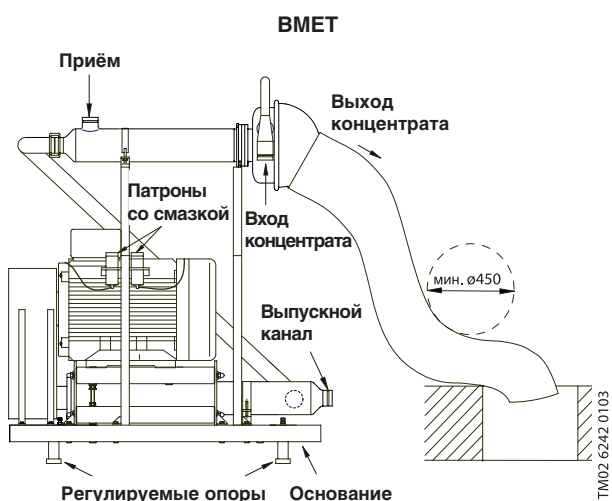

Рис. 3
Конец рукава всегда должен быть выше самого высокого допустимого уровня воды в дренажной системе. Рукав должен быть закреплён на опорах, см. рис. 3.
7. **BMET**: Свободный выход концентрата. Подключение рукава концентрата, см. рис. 3.